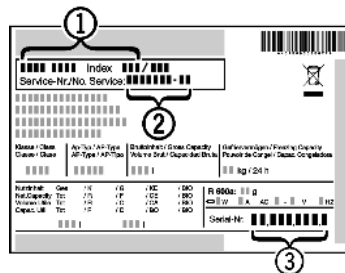

Fig. 20
- ▶ Читать обозначение устройства Fig. 20 (1), сервисный номер Fig. 20 (2) и серийный номер Fig. 20 (3) с заводской таблички. Заводская табличка находится внутри устройства слева.